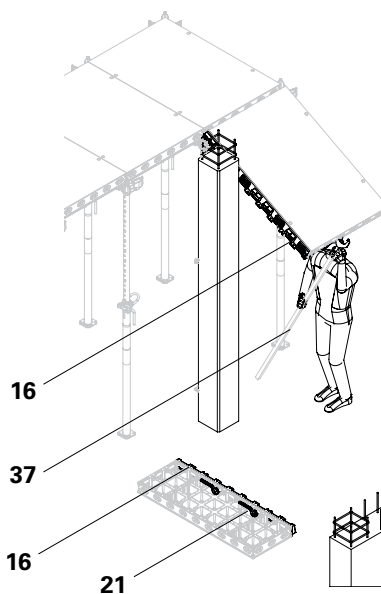

Fig. D3.06
3. Fissare il montante di supporto 18 DFS (16) al lato lungo del pannello con 2 connettori DUO (21). (Fig. D3.06)
4. Agganciare trasversalmente alla testa d'appoggio DFH il pannello con il montante di supporto rivolto verso il pilastro. Sollevare e puntellare il pannello con l'asta di montaggio DUO (37). (Fig. D3.06)